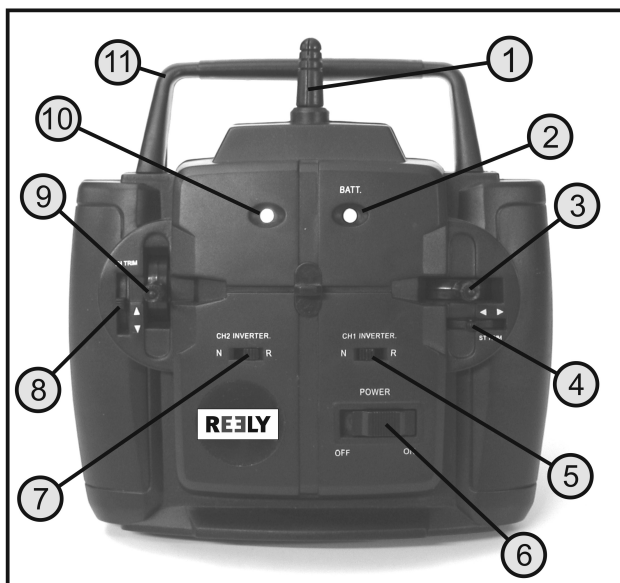

Figure 2
Pour ce faire, faites glisser le commutateur Marche/Arrêt (voir également figure 2, pos. 6) de la position d'« OFF » à gauche vers la position de « ON » à droite.
L'indicateur LED vert de la tension de fonctionnement (voir également la figure 2, pos. 2) s'allume en permanence et l'indicateur LED rouge de la connexion du récepteur (voir également la figure 2, pos. 10) clignote.
Après avoir connecté l'accu de propulsion au module électronique du modèle, vérifiez si l'interrupteur coulissant pour la fonction de conduite (voir figure 2, pos. 8) et l'interrupteur coulissant pour la fonction de direction (voir figure 2, pos. 4) sont en position centrale. Si nécessaire, réajustez l'interrupteur coulissant.
Ensuite, mettez l'émetteur en marche au moyen de l'interrupteur Marche/Arrêt (voir aussi figure 2, pos. 6).
Si l'alimentation électrique est correcte, la LED verte (voir également la figure 2, pos. 2) de l'émetteur s'allume et la LED rouge (voir également la figure 2, pos. 10) clignote.
Pour activer les signaux de commande, déplacez à présent brièvement le levier de commande pour la fonction d'entraînement (voir également la figure 2, pos. 9) vers le haut et revenez à la position centrale.
Si le levier de commande pour la fonction de navigation (voir figure 2, pos. 9) et le levier de commande pour la fonction de direction (voir également figure 2, point 3) sont en position centrale, les deux hélices ne doivent pas tourner. Si c'est le cas, réglez le trim de l'émetteur. Vous trouverez de plus amples informations sur le trim dans la section suivante.